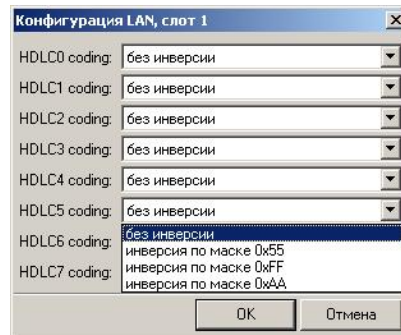

Рисунок 13
- выбрать из контекстного меню пункт «конфигурация платы», после чего появится окно параметров платы LAN (рис.13);